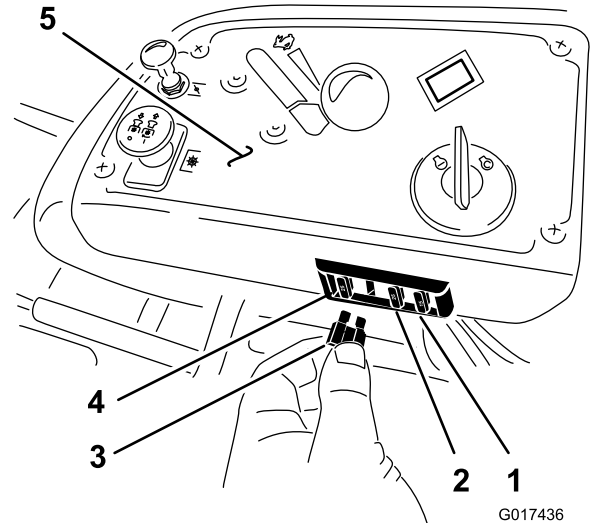

Figura 49
1. Los fusibles están situados en la consola de la derecha, junto al asiento (Figura 49).
3. Instale un fusible nuevo (Figura 49).